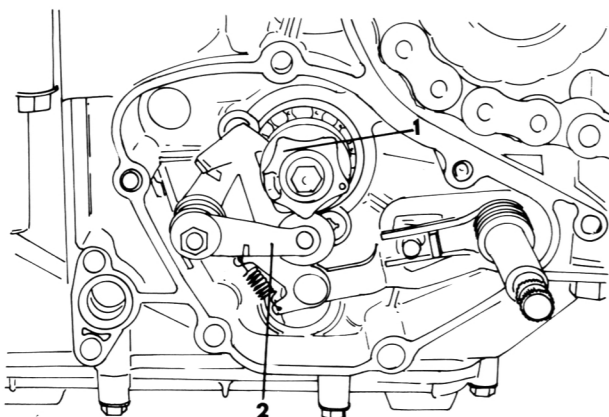
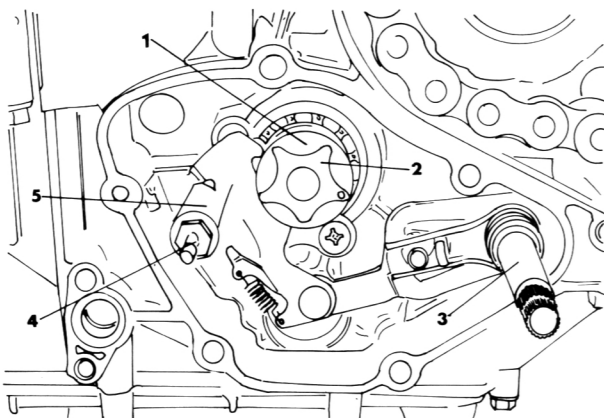

Bild 67
Bild 68
- Unter Bezug auf Bild 67:
- Den Bolzen und die Rollenanschlagplatte (1) entfernen.
- Mutter, Schaltwalzenanschlagarm (2) und Feder entfernen.
- Schaltwelleneinheit («3» in Bild 68) entfernen.
- Unter Bezug auf Bild 68:
- Schaltwelle, Rückholfeder und Sprengring gemäss Bild 68 zusammenmontieren.